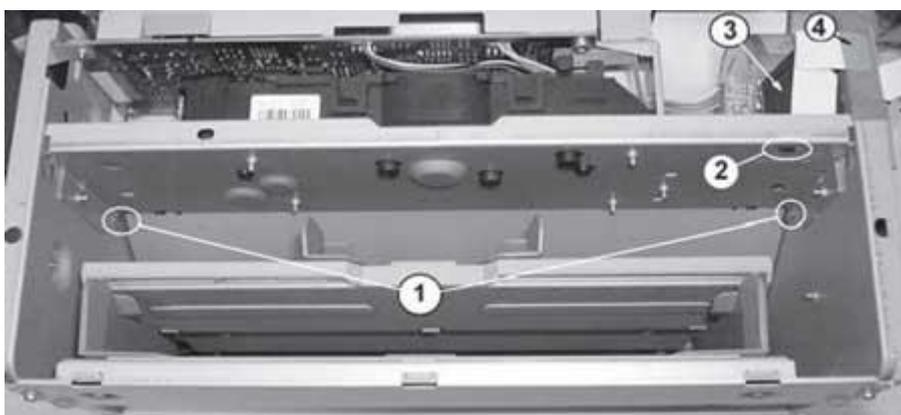

Рис. 29. Снятие ограждения
2. Выводят из зацепления фиксаторы, расположенные возле боковин (рис. 29, поз.1) и снимают ограждение.
6. Нажимают на фиксатор (рис. 29, поз. 2), снимают пластиковый кронштейн крепления шлейфа (поз. 3), отклеивают скотч, фиксирующий